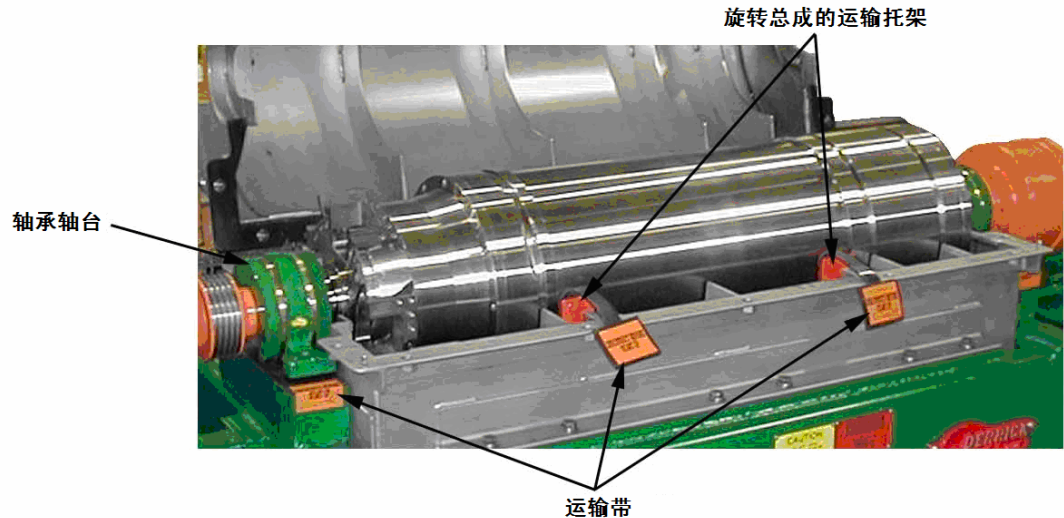

图 3-3：运输件的位置
4. 拆除旋转总成和轴承轴台下面的运输橡皮带(图 3-3)。